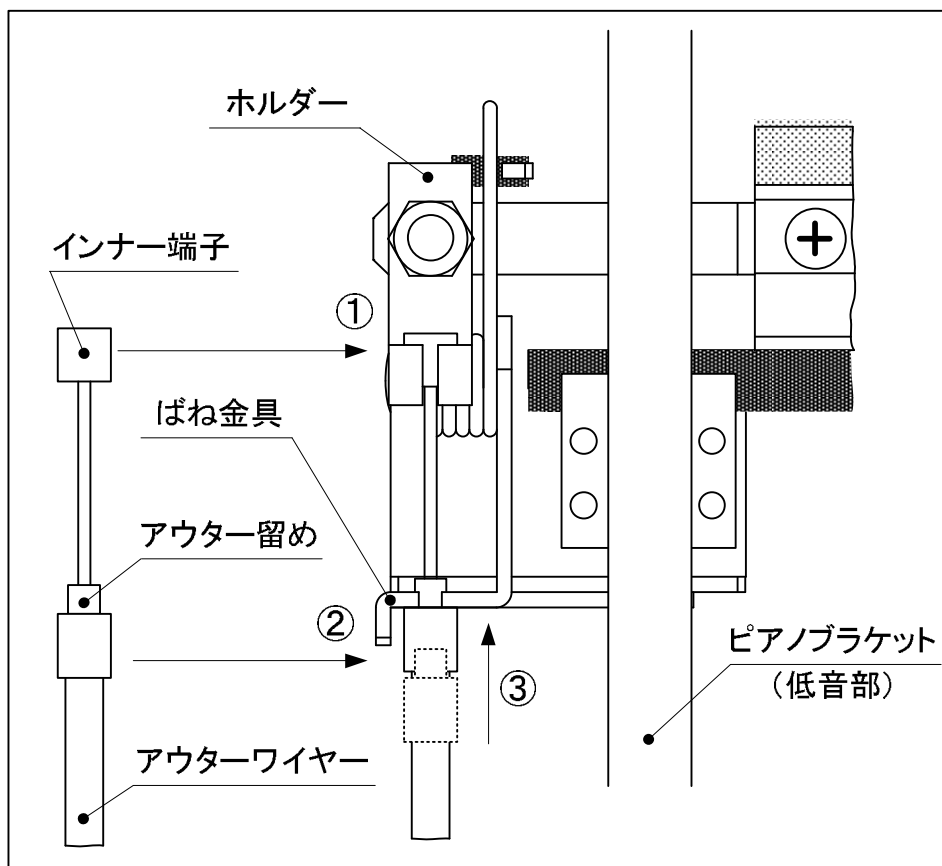

図3.5-3 ワイヤーの掛け方
(3) 図3.5-3の手順でワイヤーを金具へ掛ける。
- ① インナー端子をホルダーへ掛ける。
- ② アウター留めを引っ張りながら、ばね金具の溝にワイヤーを通す。
- ③ アウター留めをばね金具の下側からはめ込む。